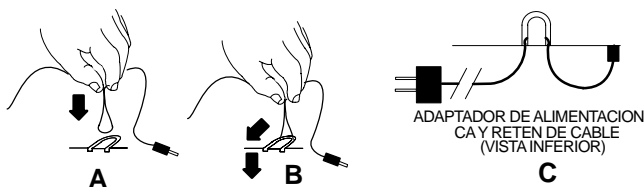

FIGURA 7
1. Consulte la Figura 7. Voltee el receptor y ubique el retén del cable de alimentación. Forme un bucle pequeño (A) en el cordón del adaptador de CA a una distancia de aproximadamente 15 cm (6 pulg) del enchufe de CC. Sostenga el cordón en posición vertical respecto al retén e inserte la punta del bucle en la parte curva del retén.
2. Mantenga el cordón vertical respecto al receptor, tire el cordón debajo de la lengüeta hacia el frente del receptor (B), después tírelo hacia abajo para engancharlo en el retén (C).